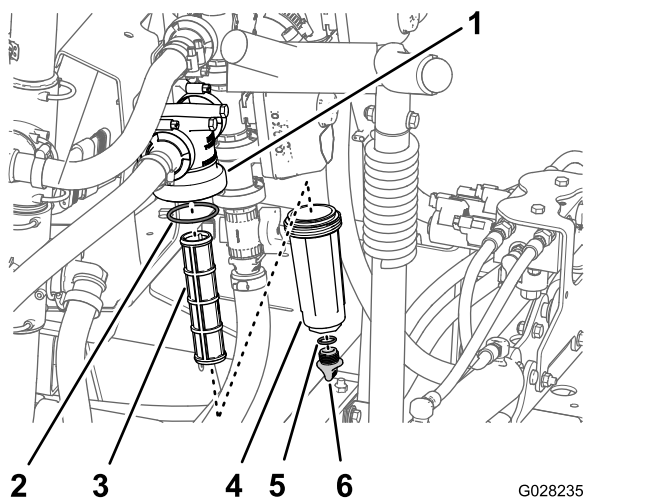

图 51
2. 在压力式滤清器下放置一个排放盘图 51。
3. 逆时针旋转排油盖然后将其从压力式滤清器的油碗中取出图 51。
4. 逆时针旋转油碗然后拆下滤清器头图 51。
5. 拆下压力式滤清器的滤芯图 51。
7. 检查排油塞的垫片在油碗内侧和油碗的垫片在滤清器头内侧是否有磨损和损坏图 51。
8. 将压力式滤清器滤芯安装到滤清器头中图 51。
9. 将油碗安装到滤头上并用手紧固图 51。
10. 将排油盖安装到油碗底部的接头上然后用手拧紧排油盖图 51。